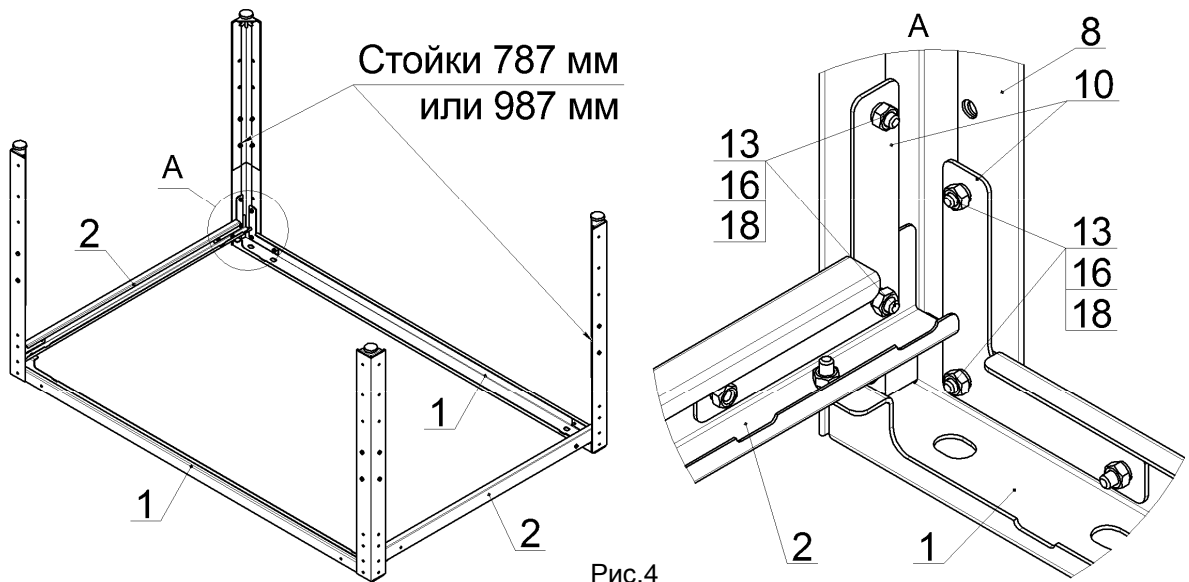

Рис.4
4. Закрепить на профилях, поз.1 и 2 и угольниках, поз.10, стойки 787 мм или стойки 987 мм, при помощи болтов М6х16, гаек и шайб, поз.13, 16 и 18, как показано на рис.4. Гайки не затягивать: